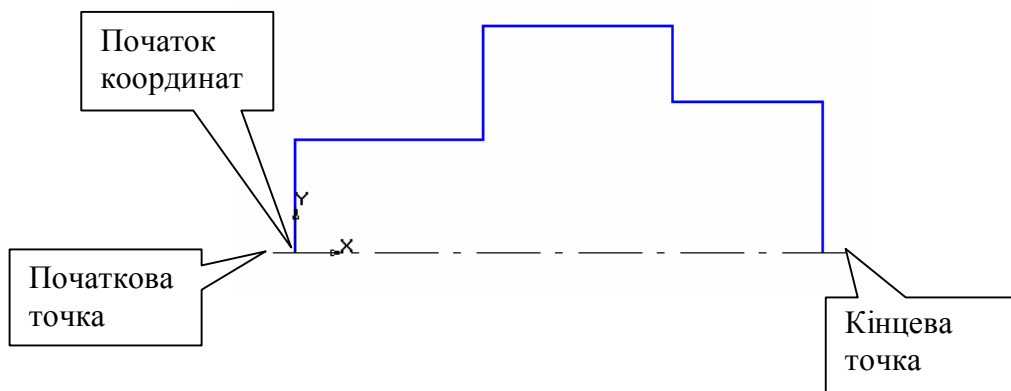

Рис. 2.25.
3. Проведіть осьову лінію. Для цього активізуйте команду *Введення відрізка*. Клацніть мишею на полі *Поточний стиль* на рядку параметрів. Виберіть поточний стиль лінії – *Осьова*. Встановіть крок курсора – 1. Встановіть курсор в початок координат, натиснувши [Ctrl] + [0]. Клавіатурою перемістіть курсор на 3 кроки вліво і натисніть [Enter] (осьова лінія виступає за контур деталі не більше 3 – 5 мм). Мишею перемістіть курсор в праву частину деталі, миша відпустить, натисніть [5] – курсор встане точно на кінець відрізка, клавіатурою перемістіть курсор на 3 кроки вправо, натисніть [Enter] – осьова лінія побудована, рис. 2.25.